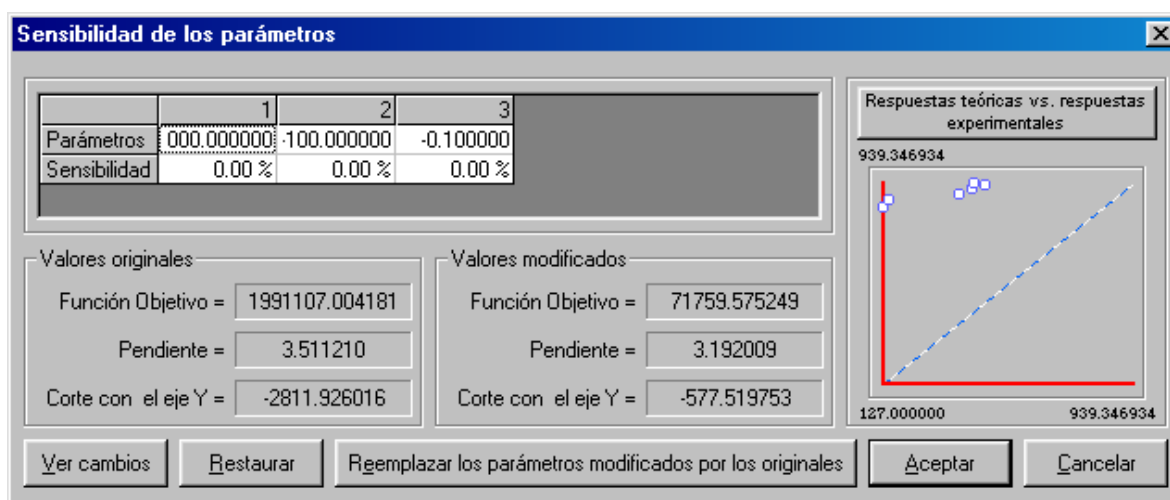
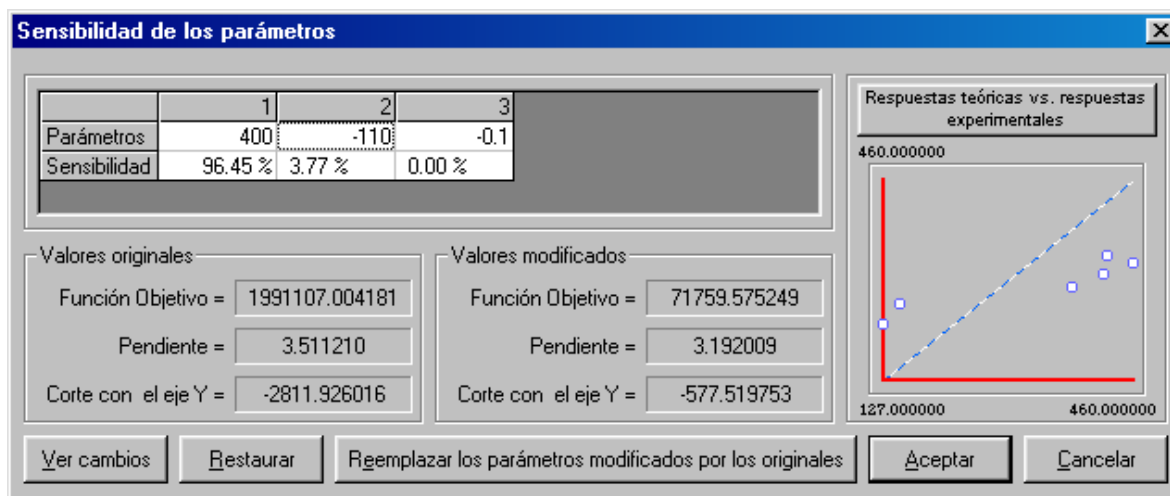

Figura A.3. El cuadro de diálogo inicial Sensibilidad de los parámetros.
Figura A.4. El cuadro de diálogo final Sensibilidad de los parámetros.
13. Ahora si podemos proceder a ejecutar algunos de los métodos de optimización, pero antes trataremos de ajustar manualmente los valores de los parámetros iniciales, para tratar de garantizar aun mas su convergencia. Para esto seleccionaremos la opción **Métodos** de la barra de menú, y seguidamente accionaremos el elemento de menú **Sensibilidad de los parámetros...**, como se muestra en el capítulo II, ítem 2.2.7, esto provocará que se despliegue un cuadro de diálogo como el de la figura A.3.
14. Como se muestra en la figura A.3 podemos apreciar que los puntos de la gráfica de respuestas teóricas vs. respuestas experimentales tienden a recostarse un poco sobre el eje de las abscisas, y esto indica que las semillas no son un buen punto de partida. Un punto de partida aceptable es cuando los pares ordenados se encuentran esparcidos alrededor de la recta de pendiente uno, y no necesariamente deben ser cercanas a esta14. Finalmente, para seguir a la par con este ejemplo tomemos respectivamente los siguientes valores iniciales de los parámetros: 400, -110 y -0.1 y presionemos el botón **Reemplazar los parámetros modificados por los originales**. Ahora el cuadro de diálogo de verse como el de la figura A.4.